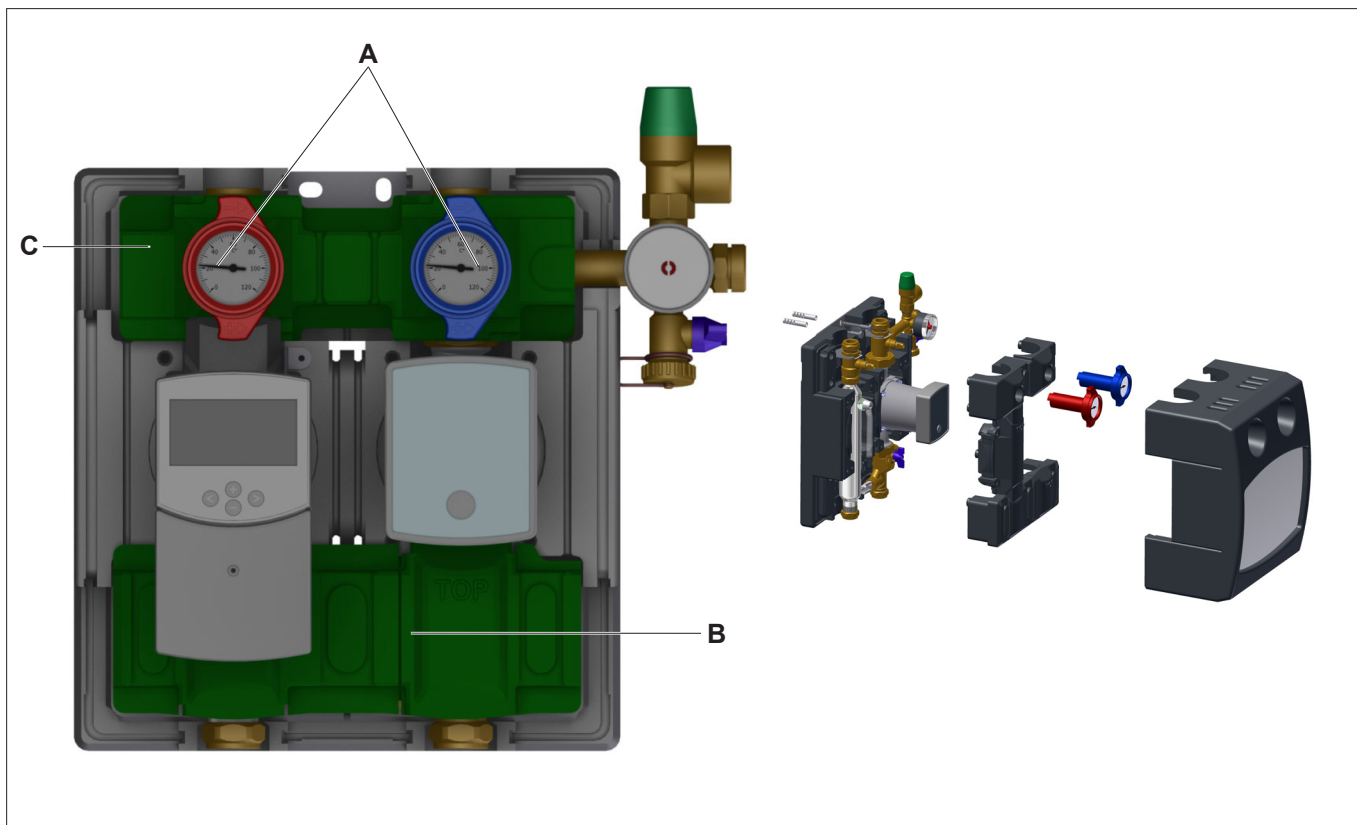

Abb. 10: Isolierungen demontieren (dargestellt am Typ 8130 mit Entlüfterrohr und Regler)
- Stellen Sie die Kugelhähne (Pos. A; siehe Abb. 10 auf Seite 16) auf Position B.